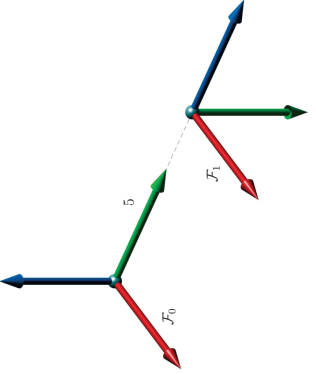

FIGURE 5.6 – Question 5.2.
5.2. Répondre aux différentes questions en rapport avec la figure 5.6 :